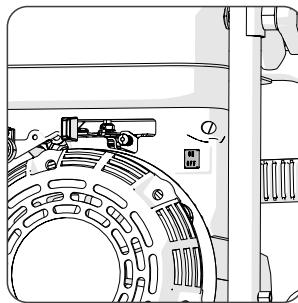

Fig. 4
- Gire el interruptor de encendido del motor a la posición de apagado ("OFF"). (**Fig. 4**)